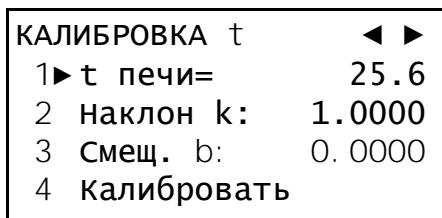

Рисунок 21 – Меню калибровки датчика температуры печи
5.4.3 В режиме ожидания нажать кнопку **[Режим]**, после чего осуществить переход: **«МЕНЮ» - «Калибровка» - «Датчик t»**. При входе в подменю **«Калибровка»** необходимо ввести пароль (п.4.8.1.8), после чего откроется меню калибровки датчика (см. рисунок 21).